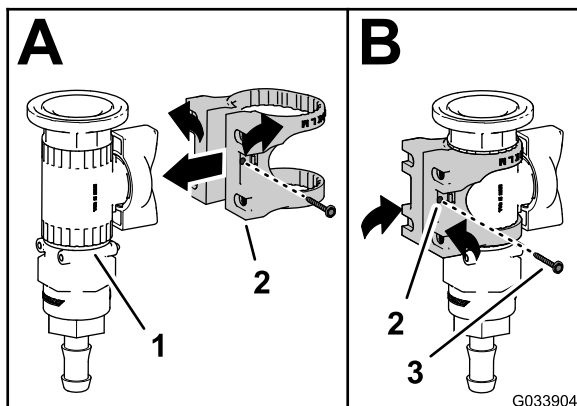

Figura 11
1. Monte el soporte de la válvula en la válvula de control, según se muestra en **Figura 11**, A.
2. Sujete el soporte de la válvula a la válvula de control con el tornillo con arandela prensada (N.º 6), y apriete el tornillo a mano (**Figura 11**, B).